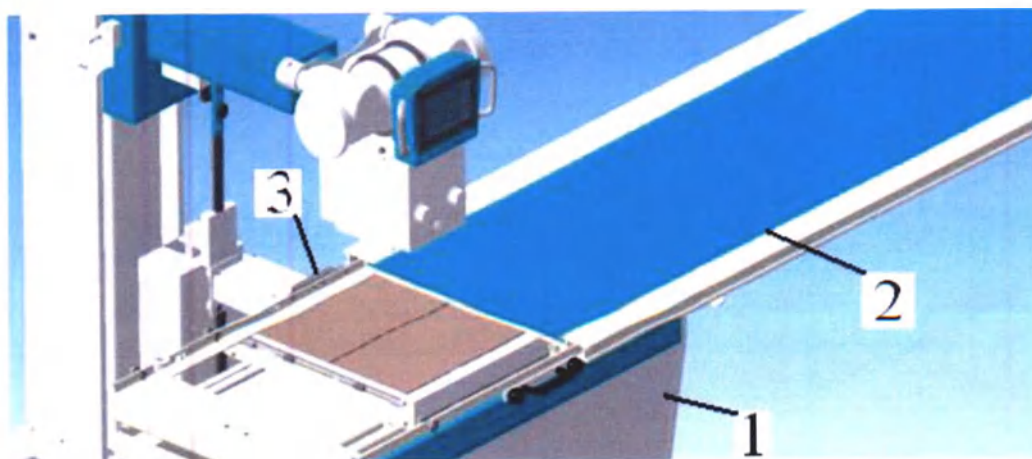

Рисунок 3.2
- осторожно скатить (рисунок 3.2) деку 2 со стола 1, стараясь не повредить электромагнит 3;
- осторожно накатить (рисунок 3.2) деку 2 на стол 1 стараясь не повредить электромагнит 3;